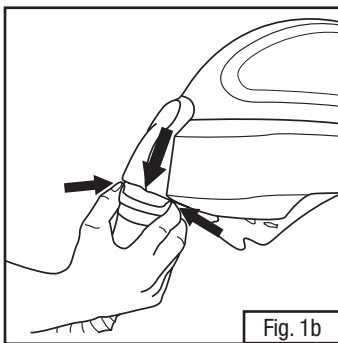

Fig. 1b
- Para desconectar el tubo de respiración, comprima las lengüetas en el extremo del QRS para soltarlo y tire hacia atrás para quitarlo (Fig. 1b).